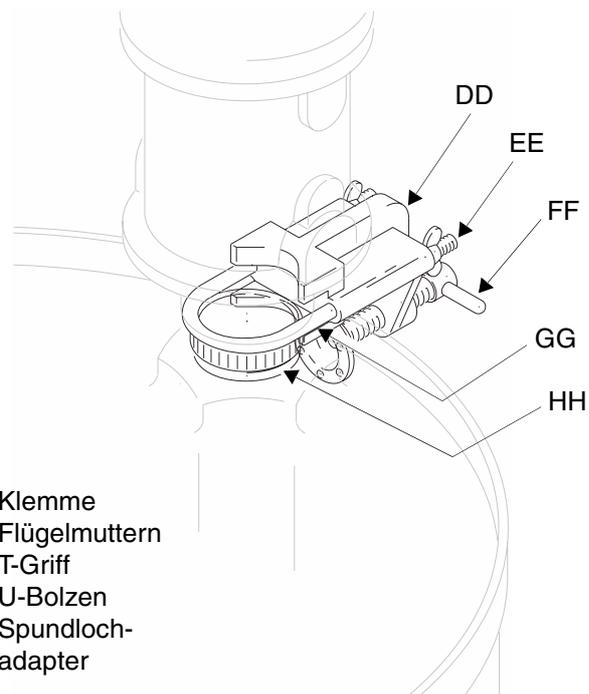

ABB. 10
2. Den Spundlochadapter (HH) in das Spundloch schrauben.
3. Die Flügelmutter (EE) lösen und die Klemme (DD) auf das Pumpen-Verlängerungsrohr und nach oben zur Basis schieben. Siehe ABB. 10.
4. Die Klemme an der Pumpe halten, die Pumpen-Verlängerungsleitung durch den Spundlochadapter einsetzen und die Pumpe herunterlassen, bis die Klemme auf der Fasskante aufliegt. Siehe ABB. 10.
5. Die Sturdi-Klemme so anbringen, dass ihre obere Klemmbacke am Vorsprung an der Pumpenbasis, ihr U-Bolzen (GG) an der Verlängerungsleitung und ihre untere Klemmbacke am Spundlochadapter sitzt. Die Flügelmutter (EE) festziehen. Siehe ABB. 10.
6. Den T-Griff (FF) an der Seite des Fasses fest anziehen.